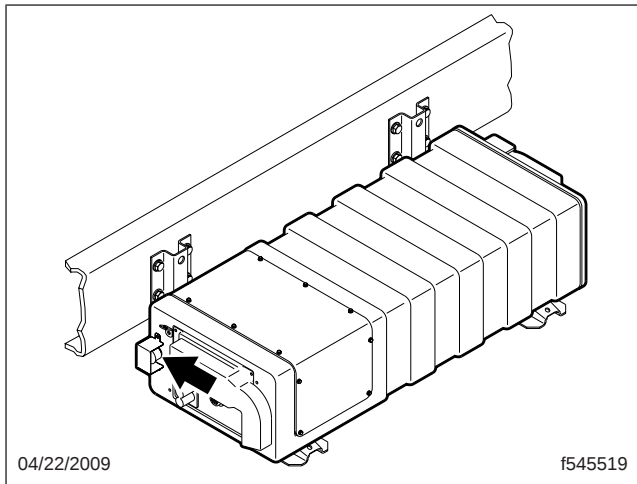

Fig. 16.7, Interrupteur d'entretien
- Enfoncez l'interrupteur de service rouge du PEC et coupez le moteur. Voir la **figure 16.7**.